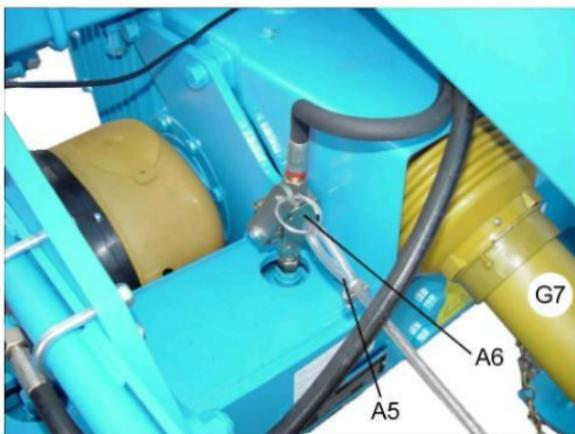

Рисунок 8.1.8 – Перевод фрезерного культиватора из рабочего положения в транспортное
3. При включении управляющего устройства в "положение складывание" и при натяжении тяговых тросов (A5) (рисунок 8.1.8) закрывающих клапанов (A6) боковые части складываются до конечного положения. Затем натяжные тросы отпускают, тем самым закрываются клапаны закрытия.